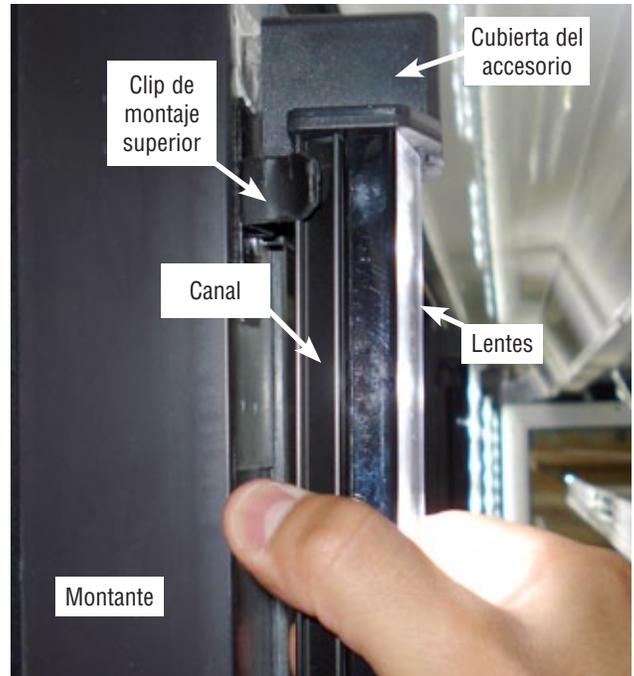

Figura 2. Retire el accesorio
- B. Con la otra mano, sujete el accesorio de LED, como se muestra en la Figura 2.